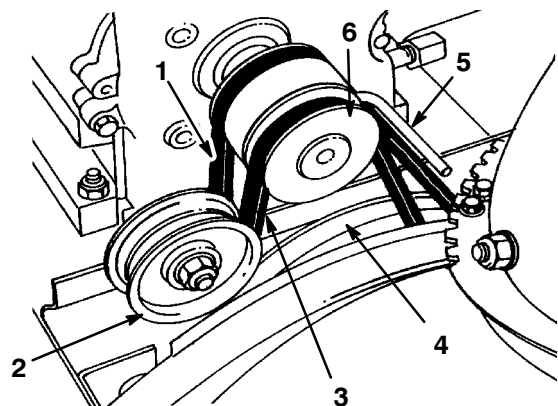

Figure 22
1. Vis (2)
4. Desserrez le guide-courroie (Fig. 22).
5. Retirez la courroie de tarière/roue hélice de la poulie du moteur et de la grande poulie de tarière/roue hélice (Fig. 22).
- Enlevez la courroie de commande de traction de la poulie moteur et de la grande poulie de traction (Fig. 22).
- Passez la courroie sur la poulie moteur, en veillant la faire passer sous le guide-courroie (Fig. 22).
- Placez la courroie de tarière/roue hélice sur la grande poulie de tarière/roue hélice et la poulie moteur, en veillant la faire passer sous la poulie folle et le guide-courroie (Fig. 22).
Si la courroie d'entraînement de tarière/roue hélice (Fig. 22) est usée, imbibée d'huile ou endommagée de quelque autre manière, remplacez-la par une courroie neuve. Vous pouvez acheter une courroie neuve chez votre concessionnaire Toro agréé.
3. Desserrez le guide-courroie (Fig. 22).
4. Retirez la courroie de tarière/roue hélice de la poulie du moteur et de la grande poulie de tarière/roue hélice (Fig. 22).
5. Passez la courroie neuve autour de la grande poulie de tarière/roue hélice (Fig. 22).
6. Passez la courroie sur la poulie moteur, en veillant à faire passer sous la poulie folle et le guide-courroie (Fig. 22).